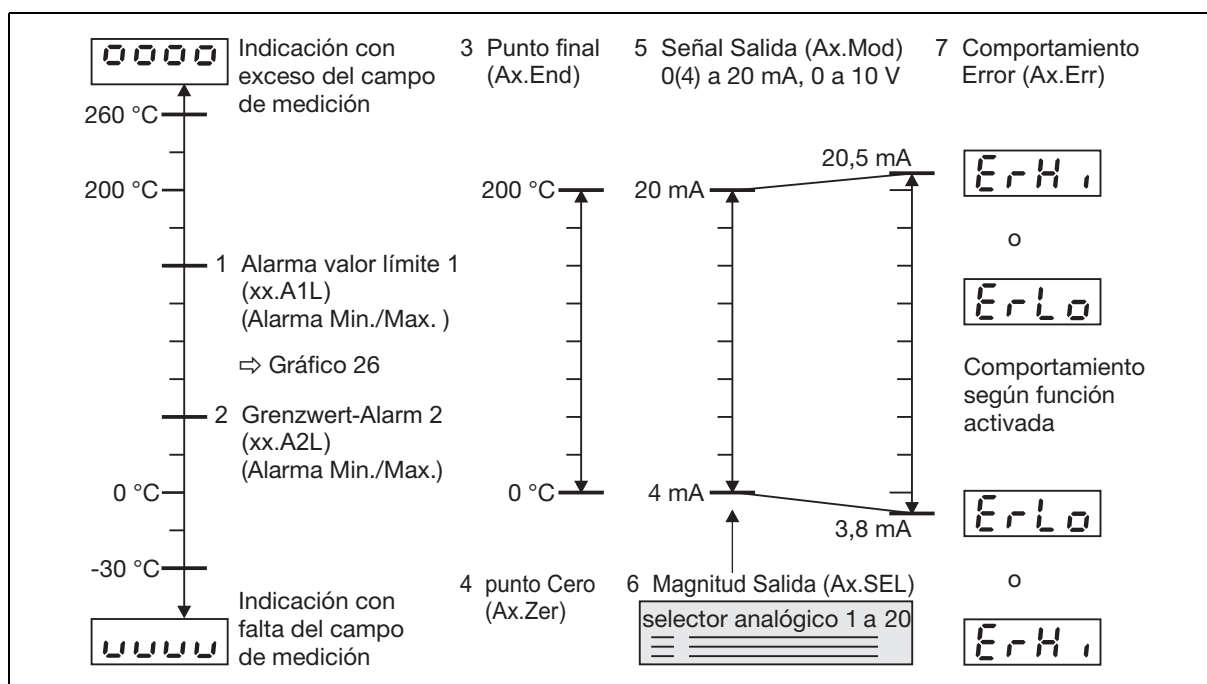

Fig. 9-1 Salidas analógicas 1 a 4
Esta función decide sobre la forma en la que debe funcionar la salida (ver gráfico Fig. 9-1, pos. 5). Son posibles salidas de intensidad y tensión. Según el tipo de receptor están disponibles dos o cuatro salidas analógicas.
Aquí se determina qué valor real se entrega en la salida seleccionada (ver gráfico Fig. 9-1, pos. 6). En el selector analógico también están disponibles cuatro valores de transmisión remota Modbus además de los valores reales de las 16 entradas de radiotransmisión.
Mediante el punto cero y punto final (ver Fig. 9-1, pos. 3 y pos. 4), se puede reflejar el campo de medición o una parte de él en la salida (p. ej. 0 a 200 °C).
Aquí se ajusta el tipo de mensaje de error (ver gráfico Fig. 9-1, pos. 7), que se activa bajo las condiciones siguientes: